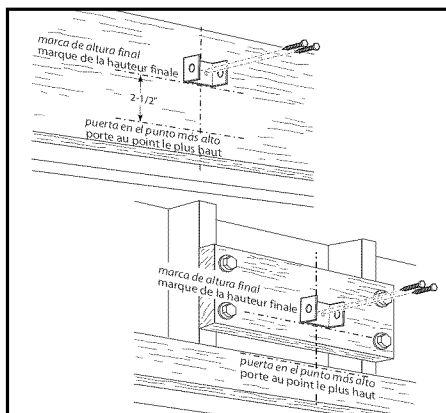

FIG. 2-3 **Montaje del soporte del travesaño (en el travesaño y arriba del travesaño).**
NOTA: Si el lugar del soporte del travesaño necesita estar arriba del cabezal para la abertura de la puerta del garaje, usted necesita agregar una "superficie de montaje". Un larguero de 2" x 6" bien sujetado (larguero y herrajes no se incluyen) a los montantes de pared en cualquiera de los lados de su marca será suficiente (Fig. 2-3).
- Sostenga el soporte del travesaño contra la pared (Fig. 2-3).
- Sujete el soporte del travesaño con 2 pijas (provistos) (Fig. 2-3).
REMARQUE: Si l'emplacement du support de linteau doit se trouver au-dessus du linteau pour l'ouverture de la porte, vous devez ajouter une surface de montage. Une colombe de 5 x 15 cm (2 x 6 po) bien fixée (la colombe et les attaches ne sont pas incluses) le long des goujons du mur sur l'un des côtés de votre marque suffit (Fig. 2-3).
- Placer le support de linteau sur le mur (Fig. 2-3).
- Fixer le support de linteau à l'aide de 2 vis tire-fond (fournies) (Fig. 2-3).